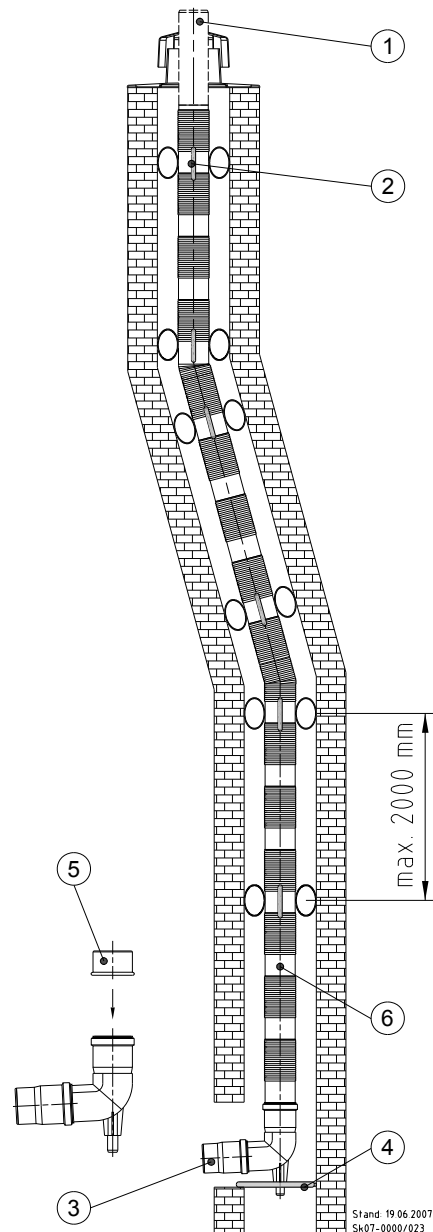

Abb. 71: Kaminsystem, flexibel
Nachfolgende Beschreibungen beziehen sich auf Abb. 71:
Legende zu Abb. 71:
Als erstes wird das Unterteil ⑬ über das Leitungsende ① (s. Abb. 71) geschoben und mit seiner Flanschfläche mittels beiliegendem Befestigungssatz auf der Schachtmündung festgeschraubt. Je nach Oberfläche der Schornsteinmündung ist ein geeignetes Abdichtmittel zu verwenden. Die Flexrohrklemme ⑭ wird aufgespreizt und über das Leitungsende bis zum Unterteil ⑬ geschoben. Die Flexrohrklemme ⑭ fasst in eine Ringnut an der Oberkante des Oberteiles und verhindert so das Abrutschen der Abgasleitung in den Schacht. Zuletzt wird die Abdeckhaube übergestülpt und auf das Unterteil aufgedrückt. Nun die Abgasleitung mind. 4 cm oberhalb der Abdeckhaube abschneiden.